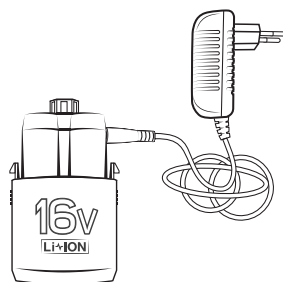

Рис. 2
- Вставьте вилку зарядного устройства в розетку электрической сети 230В. Индикатор на зарядном устройстве загорится зеленым светом (Рис. 2).